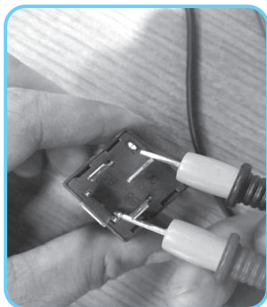

图 1-1-36 连接继电器的 30 端子和 86 端子
③用万用表的电阻挡 $10\ \text{k}\Omega$ 挡检测。用红表笔连接继电器的 30 端子,用黑表笔分别连接继电器的 86、85 端子,电阻值应无穷大,如图 1-1-36、图 1-1-37、图 1-1-38 所示。